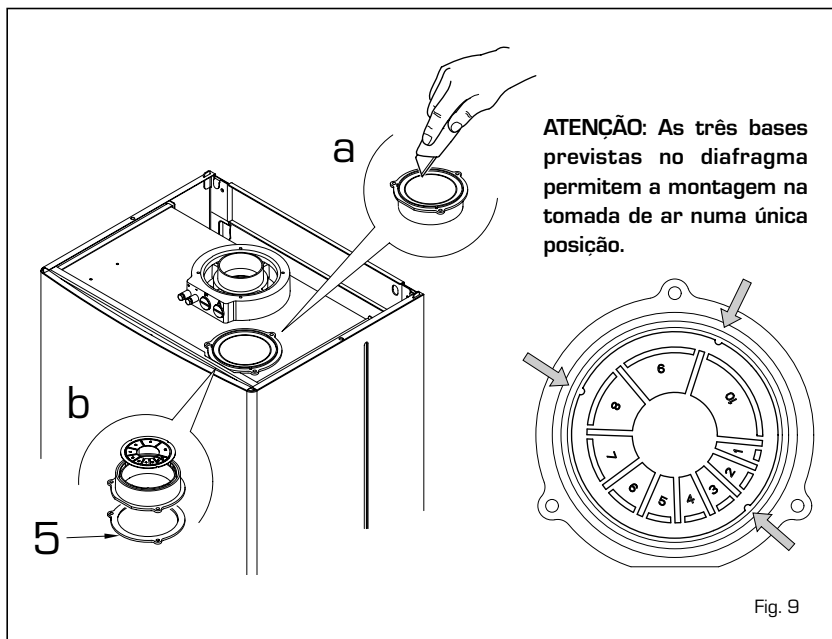

Fig. 9
2.8.2 Utilização da tomada de ar (fig. 9)